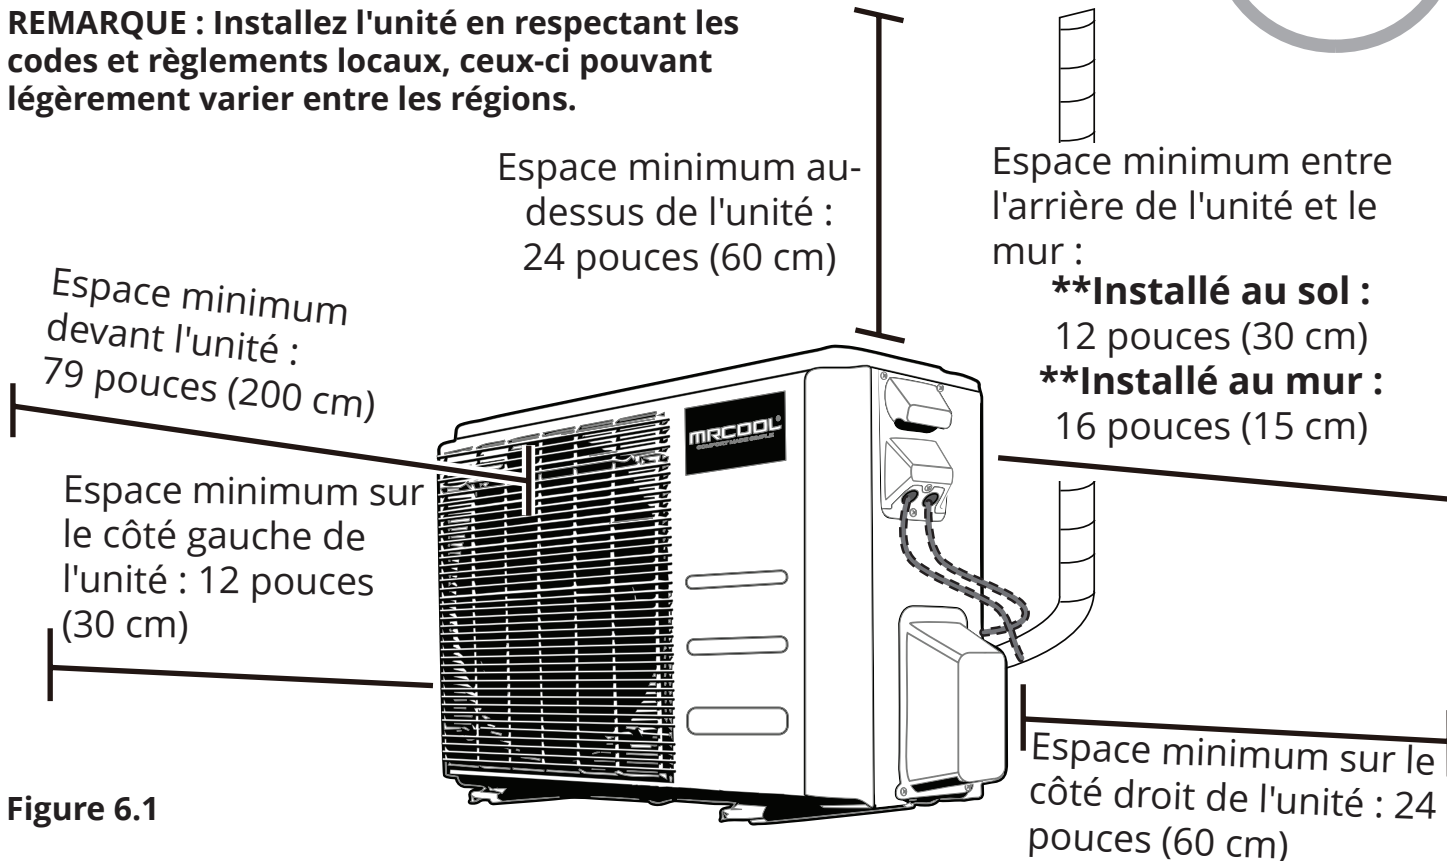

Figure 6.1
- Satisfait à toutes les exigences spatiales indiquées dans l'illustration ci-dessus (figure 6.1).